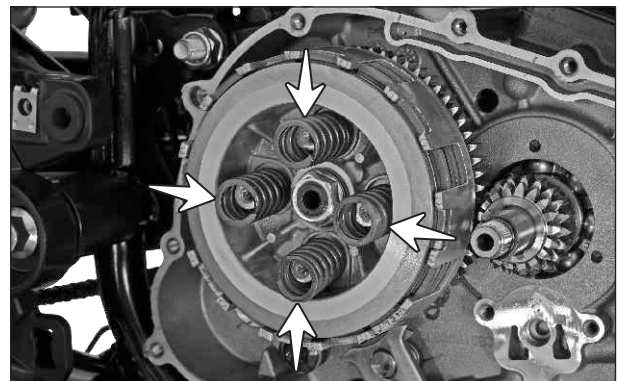

Fig. 3.10
- Retire los 4 resortes del conjunto de clutch. (fig. 3.10)